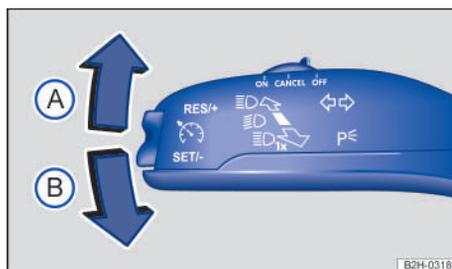

Fig. 70 En el lado izquierdo de la columna de dirección: palanca de los intermitentes y de la luz de carretera.
- Mueva la palanca de los intermitentes y de la luz de carretera desde la posición central hasta la posición deseada → fig. 70: